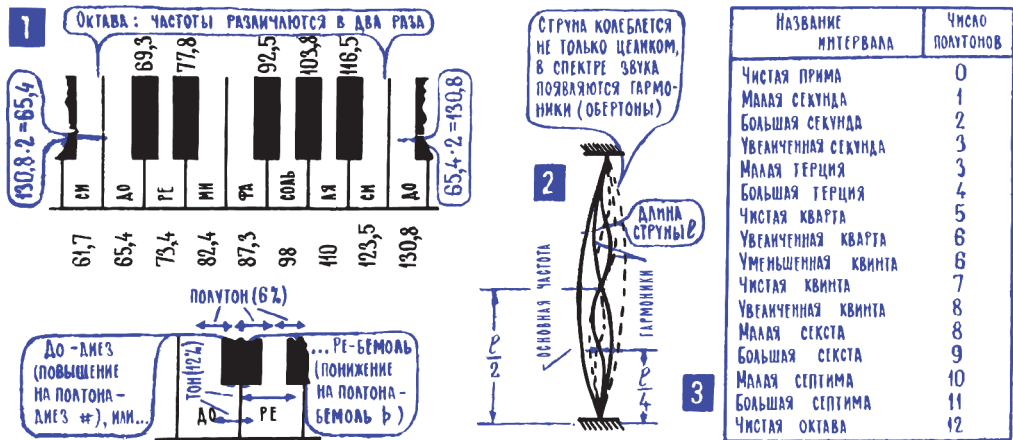

Рис. 14.1. Устройство музыкальной октавы
3. Октава: частотный интервал между звуками, частота которых различается в два раза и звучание которых поэтому кажется похожим. Похожесть некоторых разных музыкальных звуков легко обнаруживается, если, например, прислушаться к звучанию двух разных *до* или любых других двух звуков с одинаковыми названиями. Явно слышится, что частота у двух таких одноименных звуков разная, что одно *до* намного выше другого, но в то же время явно слышится, что они чем-то очень похожи. Заметить признаки такой похожести тоже нетрудно: частота любого *до* ровно в два раза больше, чем предыдущего, и ровно в два раза меньше, чем последующего. Это относится ко всем одноименным нотам: у двух соседних *ре*, двух соседних *ми* и т. д. частота всегда различается в два раза. Этот частотный интервал «в два раза» называется октавой (рис. 14.1; 1), а кроме того, октавой называют все звуки, которые лежат в пределах этого интервала, все ноты, которые находятся между двумя соседними *до*.
Чтобы сделать предположение о физической природе похожести звуков с кратными частотами, достаточно посмотреть, как происходит колебание реальной струны (рис. 14.1; 2). Струна колеблется не только целиком, но еще и своими отдельными частями, колебательные движения совершают половинки струны, четвертушки, участки, равные одной трети длины, одной пятой и т. д. Эти дополнительные колебания как раз и создают высшие гармоники в звуковом спектре струны, создают призвуки, которые определяют ее спектр, окраску звучания. А когда струна работает как приемник звука (гл. 7; 10), то она резонирует не только на основной частоте, но и на обертонах, на высших гармониках. Например, струна, настроенная на 110 Гц (для большой октавы, см. рис. 14.2), будет резонировать и на частотах 220 Гц, 330 Гц, 440 Гц... Можно предположить, что наши природные акустические резонаторы, подобно струне, резонируют на высших частотах, кратных основной частоте, и особенно сильно на частотах, которые в два,
В пределах октавы – 12 частотных ступенек «высотой» примерно в $6\%^{2}$ (рис. 14.1; 1); если 12 раз последовательно увеличивать или уменьшать частоту на 6 %, то в итоге получится изменение частоты на 100 %, то есть в два раза. Частотный интервал между двумя соседними нотами получил название «полутона», интервал в два полутона называется «тон». В пределах октавы – 12 полутонов, на всей музыкальной шкале семь полных октав, и каждая из них имеет свое название (рис. 14.2).